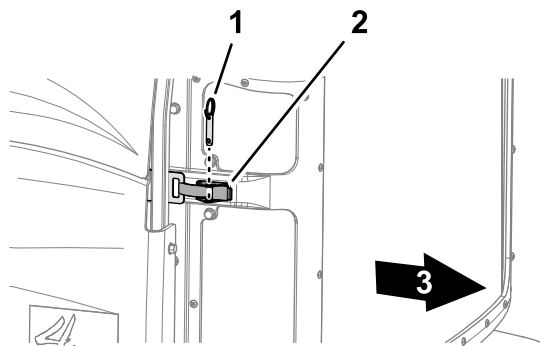

Figura 67
2. Rimuovete il perno a sfera dal fermo della griglia (Figura 67).